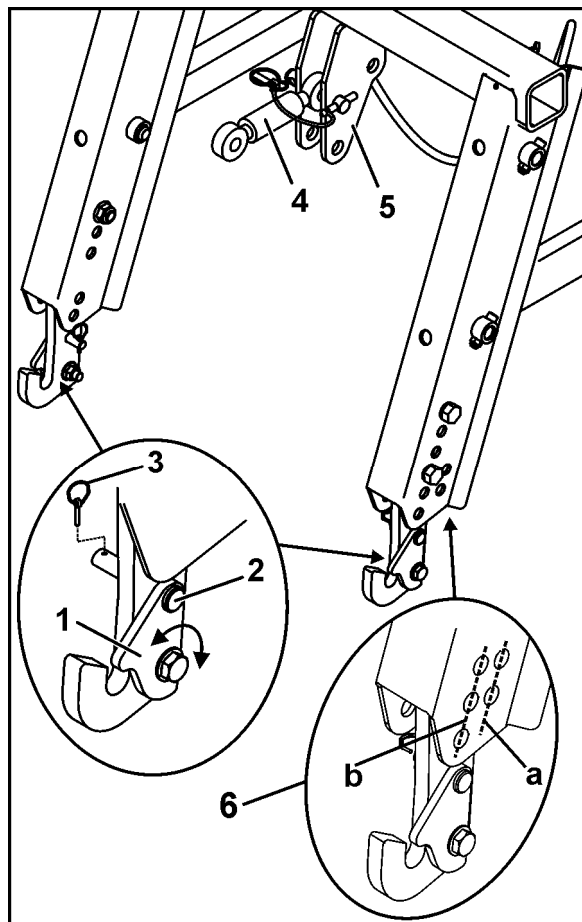

Bild 41
- Kontrollera före tillkopplingen att inga säkringsplattor (Bild 41/1) pekar framåt.
4. Sväng in säkringsplattorna (Bild 41/1) över dragstångernas tappar och säkra varje säkringsplatta med bult (Bild 41/2) och låssprint (Bild 41/3).
5. Fäst toppstången (Bild 41/4) i de övre länkpunkterna på såmaskinen och lyftramen (Bild 41/5) med hjälp av bultarna och säkra med låssprintarna.
Utnyttja de olika fastskruvningsmöjligheterna för fånghakarna (Bild 41/6), så att den bogserade såmaskinen kan fästas så tätt som möjligt bakom välten.